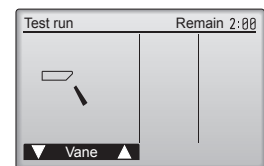

Fig. 7-6
- ① Vérifiez le volet automatique à l'aide des boutons [F1] [F2]. (Fig. 7-6)
- ② Appuyez sur le bouton [RETURN] pour revenir à l'écran "Test run" (Test fonctions).
- ③ Appuyez sur le bouton [ON/OFF].